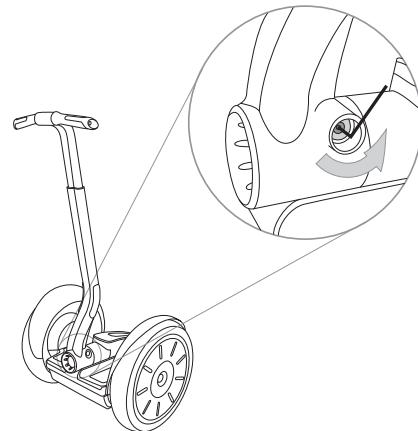

图 1. 松开固定倾斜操纵架的紧固件
2. 要拆卸倾斜操纵架，请用 5mm 六角扳手卸下用来固定倾斜操纵架的紧固件。请参见图 1。